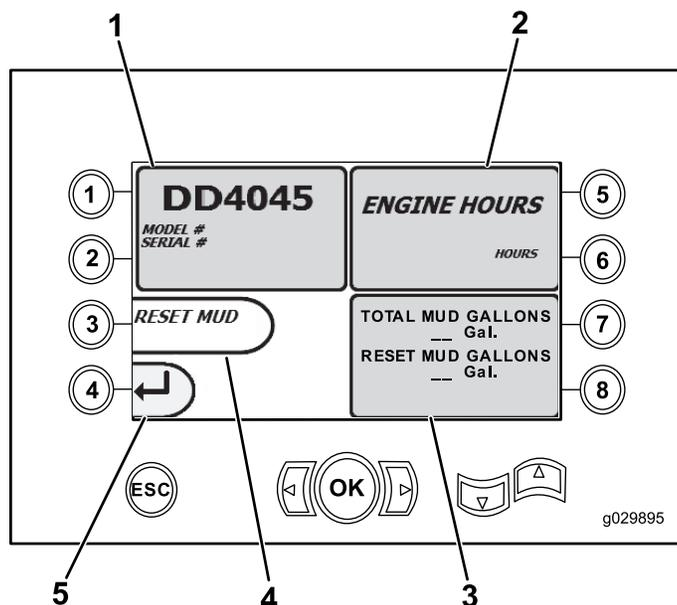

Figure 10
- Bouton 1 – Écran des données machine (page 6) comme montré à la Figure 10
- Le modèle et le numéro de série de la machine (Figure 10).
- Le nombre d'heures de fonctionnement du moteur (Figure 10).
- Le nombre de gallons de fluide de forage utilisés et le nombre réinitialisable de gallons de fluide de forage (boue) utilisés (Figure 10).
Remarque: Appuyez sur le bouton 3 pour réinitialiser le nombre de gallons de fluide de forage (boue) utilisés depuis la dernière réinitialisation (Figure 10).